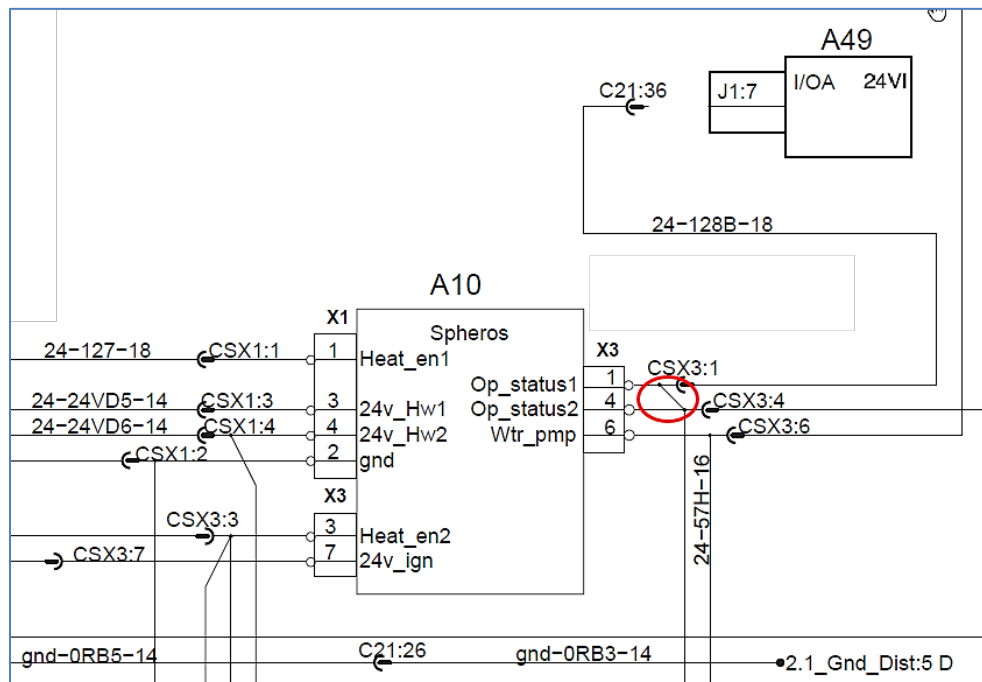

FIGURE 37
21. Sur le câblage du préchauffeur, localiser le connecteur CSX3. Retirer le cavalier situé entre le connecteur CSX3 logement # 1 et le logement # 4 (FIGURE 37).